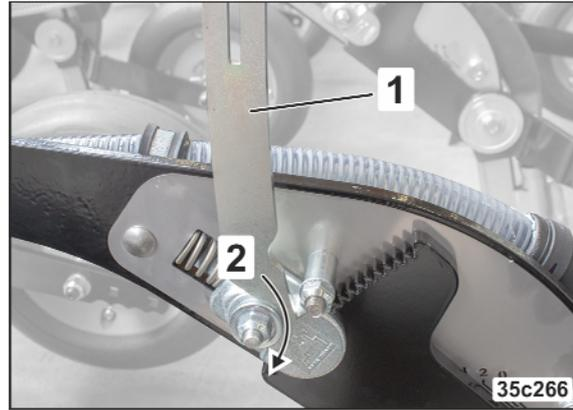

Fig. 175
2. Werkzeug (Fig. 175/1) in Einstellvorrichtung (Fig. 175/2) einlegen.